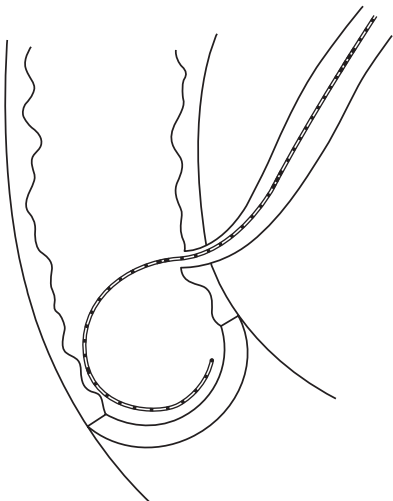

Abb. 2
5. Etwa 15 bis 20 cm des flexiblen Führungsdrahts sollten aufgerollt im Duodenum liegen, um ein versehentliches Herausziehen des Führungsdrahts zu verhindern. Die Position des Führungsdrahts muss unter Durchleuchtung überprüft werden. (**Abb. 2**)